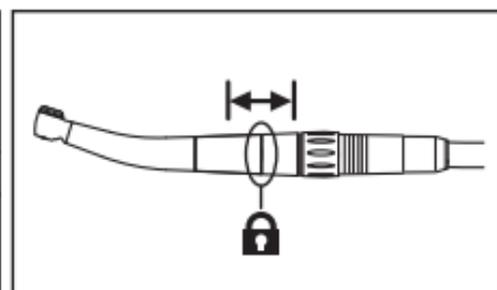

Fig. 3
- ② Assurez-vous que la pièce à main est bien installée dans le raccord (Fig. 3).